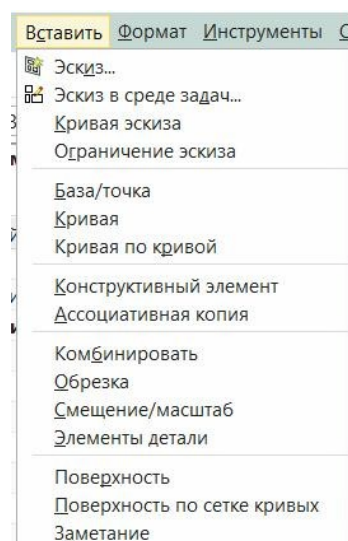

Рис.58
- На рис.58 представлен фрагмент падающего меню **Вставить**. Это важное меню, потому что в нем пользователь обычно располагает те инструменты, которые ему нужны в данный момент: сегодня, на этой неделе, в этом месяце. Это падающее меню можно рассматривать как *набор инструментальных ящичков* из разных областей проектирования, которые всегда должны быть «под рукой». Гораздо правильнее было бы, если бы названием этого падающего меню было «*Инструментальный шкаф*». Состав любого падающего меню пользователь может изменить. Мы покажем эту процедуру на примере меню «Вставить».